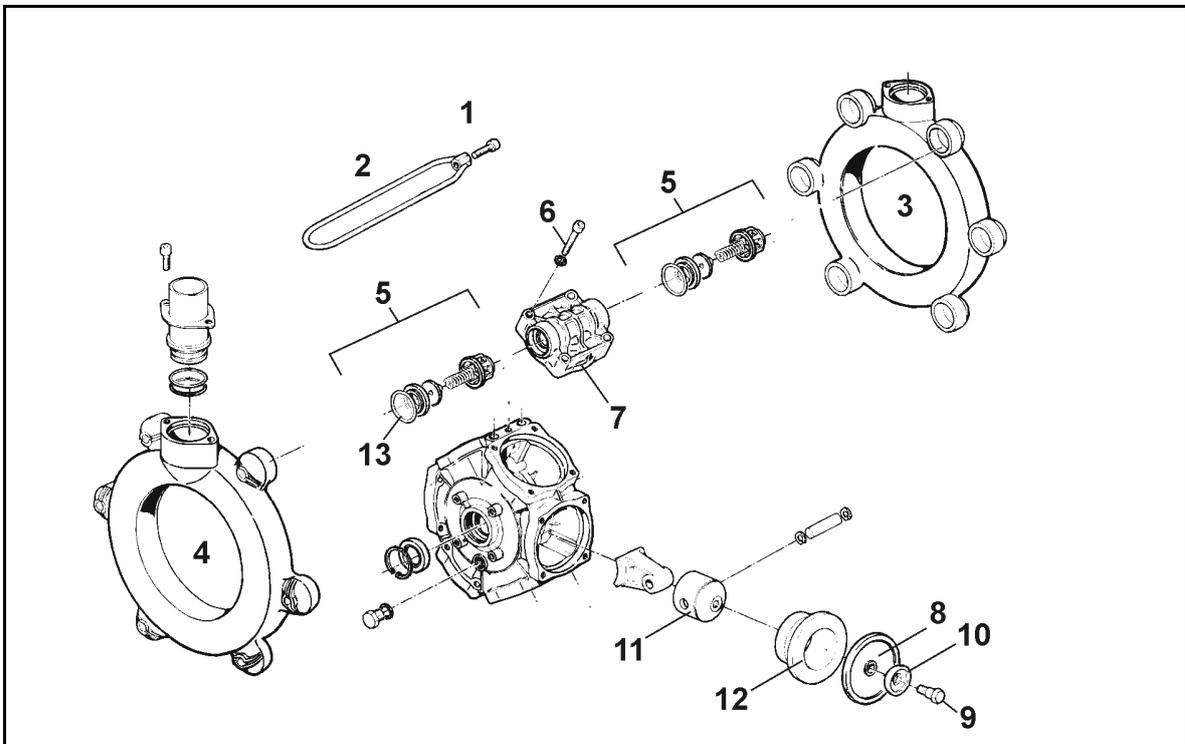

Fig. 159
- Desmontar, como mínimo, una vez al año la membrana de pistón (Fig. 159/8) para comprobar que se encuentra en buen estado.
- Prestar atención a la posición de montaje que ocupan las válvulas en el lado de aspiración y en el de presión, antes de extraer los grupos de válvulas (Fig. 159/5).
- Cambiar siempre todas las membranas de pistón (Fig. 159/8), aunque sólo una de ellas esté hinchada, rota o sea porosa.
2. Aflojar los tornillos (Fig. 159/1) y retirar el estribo de sujeción (Fig. 159/2).
3. Retirar el canal de aspiración y de presión (Fig. 159/3, Fig. 159/4) incluidos los grupos de válvulas (Fig. 159/5).
4. Una vez quitados los tornillos (Fig. 159/6), retirar la culata (Fig. 159/7).
5. Comprobar la membrana del pistón (Fig. 159/8).
- Fijar la membrana de pistón (Fig. 159/8) con la arandela de retención y el tornillo (Fig. 159/11) en el pistón (Fig. 159/9), de modo que el borde quede mirando hacia el lado de la culata (Fig. 159/7).
- Es imprescindible apretar los tornillos (Fig. 159/1) en cruz y con el par de apriete indicado. Si los tornillos no se aprietan como es debido, se produce una deformación y, en consecuencia, una falta de estanqueidad.
1. Soltar el tornillo (Fig. 159/11) y retirar la membrana de pistón (Fig. 159/8) junta con la arandela de retención del pistón (Fig. 159/9).
3. Extraer el cilindro (Fig. 159/10) de la carcasa de la bomba.
6. Volver a colocar el cilindro (Fig. 159/10) en la carcasa de la bomba.
7. Montar la membrana de pistón (Fig. 159/8).
8. Embridar la culata (Fig. 159/7) en la carcasa de la bomba y apretar los tornillos (Fig. 159/6) en cruz y uniformemente.
9. Montar los grupos de válvulas (Fig. 159/5), tras haber concluido la comprobación y la limpieza.
11. Embridar el canal de aspiración (Fig. 159/3) y el de presión (Fig. 159/4) en la carcasa de la bomba.
12. Apretar los tornillos (Fig. 159/1,2) en cruz y con un par de apriete de **11 Nm**.